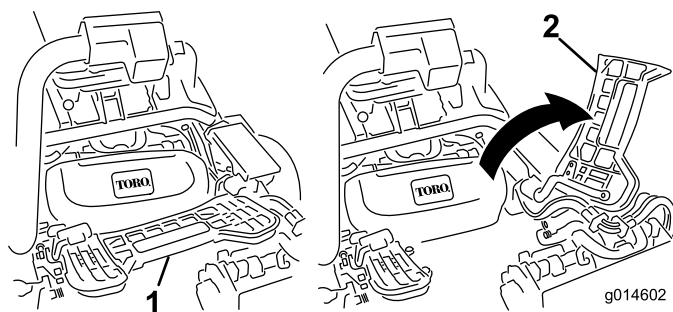

図 31
2. フットレストを跳ね上げて開き、中央カッティングユニット取り付け位置へのアクセスを確保する **図 31**。